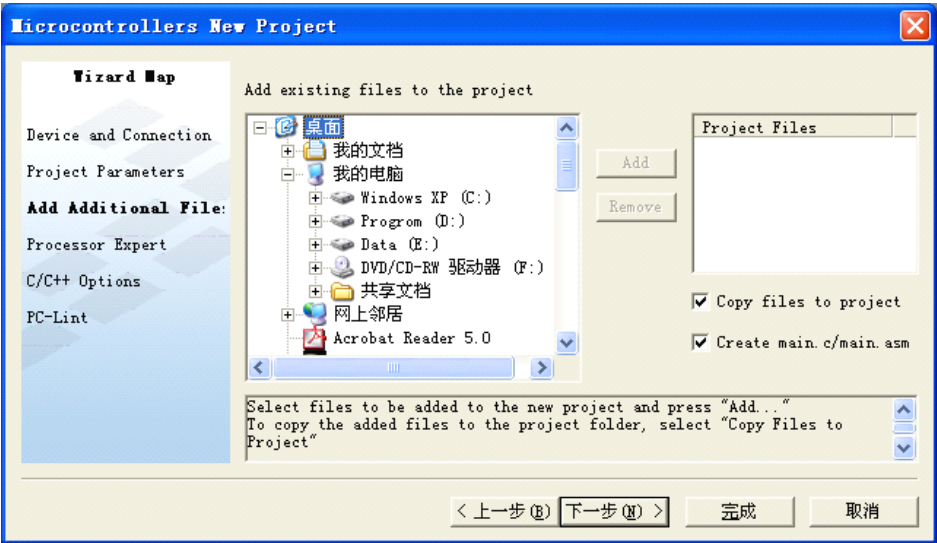

图 1-5 工程文件添加、移除界面
4、点击下一步进入工程文件添加、移除界面，如图 1-5 所示，可以对新工程中的文件进行添加、移除管理。